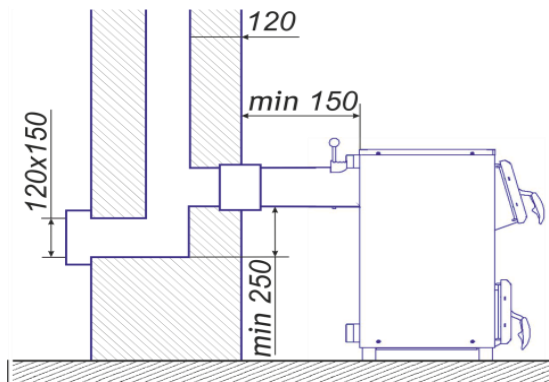

Рис. 6. Устройство сажеборника и ревизионного окна при расположении дымохода в шахте (вид сбоку)
5.6. В нижней части канала необходимо предусмотреть ревизионное окно для чистки сажи (рис.6,7) и отвода конденсата. Место соединения дымохода котла с дымоходной трубой должно быть